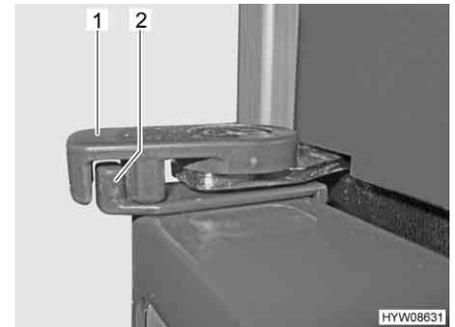

Bild 66 Spärr på kylskåpsdörren i ventilationsläge
- Vrid låset (Bild 66,1) mot kylskåpets mitt. Låsets inre försänkning måste göras via låsspaken (Bild 66,2). Därvid stannar kylskåpsdörren i öppet läge.